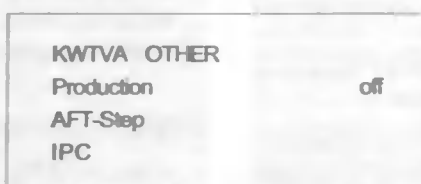

Рис. 4. Меню «Other Adj.»
4. Выбирают в главном меню строку «Other Adj.» и нажимают «OK». На экране отобразится меню, приведенное на рис. 4.